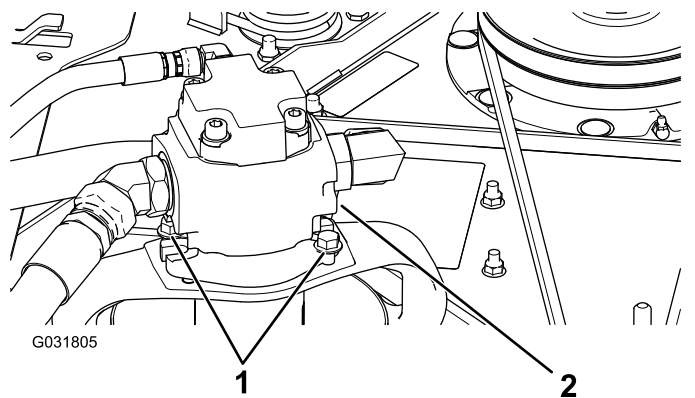

Bild 115
5. Entfernen Sie die Schrauben, mit denen der Hydraulikmotor am Mähwerk befestigt ist (Bild 115).
3. Entfernen Sie die Schrauben, mit denen der Hydraulikmotor am Mähwerk befestigt ist (Bild 115).